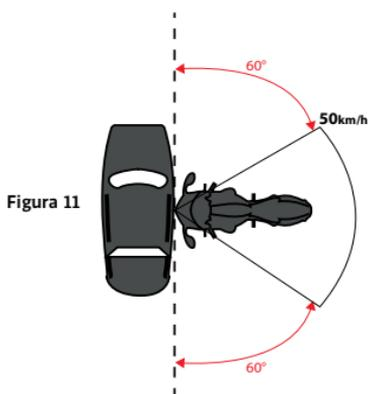

Figura 11
**¡IMPORTANTE!** La Figura 11 describe la cobertura donde se espera que el sistema Tech-Air™ Street airbag se active antes del contacto corporal del usuario contra un obstáculo. A velocidades superiores a los 25 km/h el sistema se activará independientemente del ángulo de impacto, pero fuera de la zona de cobertura el airbag podría no estar totalmente inflado antes de que exista un contacto entre el obstáculo y el usuario.